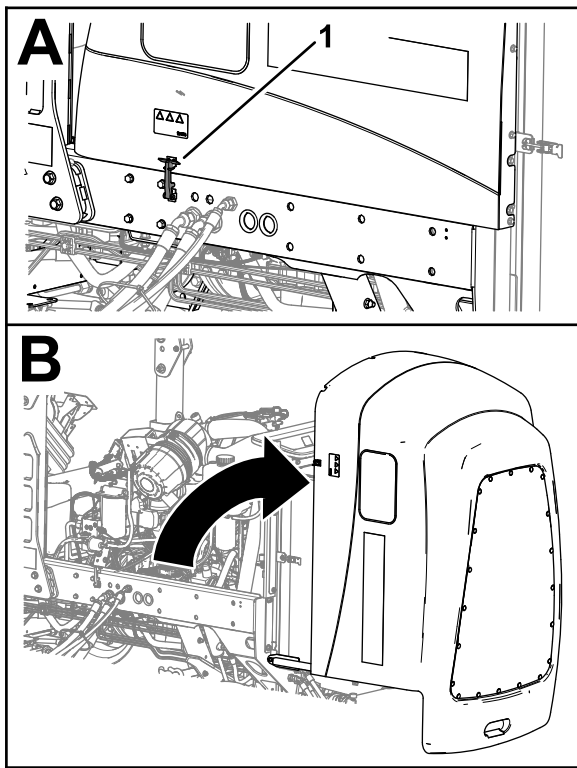

Figure 93
1. Ouvrez les 2 verrous du capot (Figure 93).
1. Détachez l'attache en caoutchouc du couvercle du compartiment de la batterie (Figure 93).